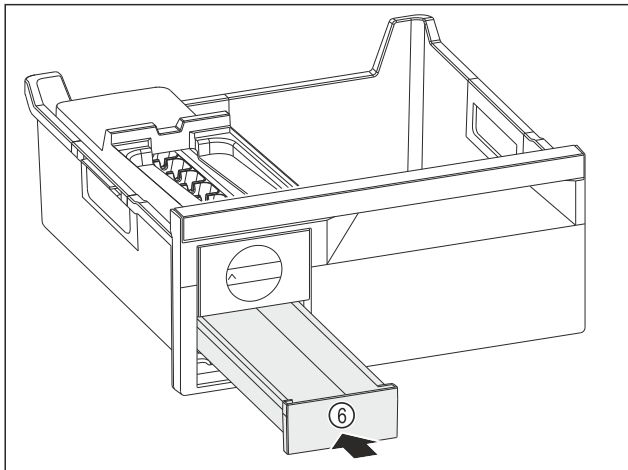

Fig. 188
- ▶ Sett inn isterningsskuffen Fig. 188 (6).